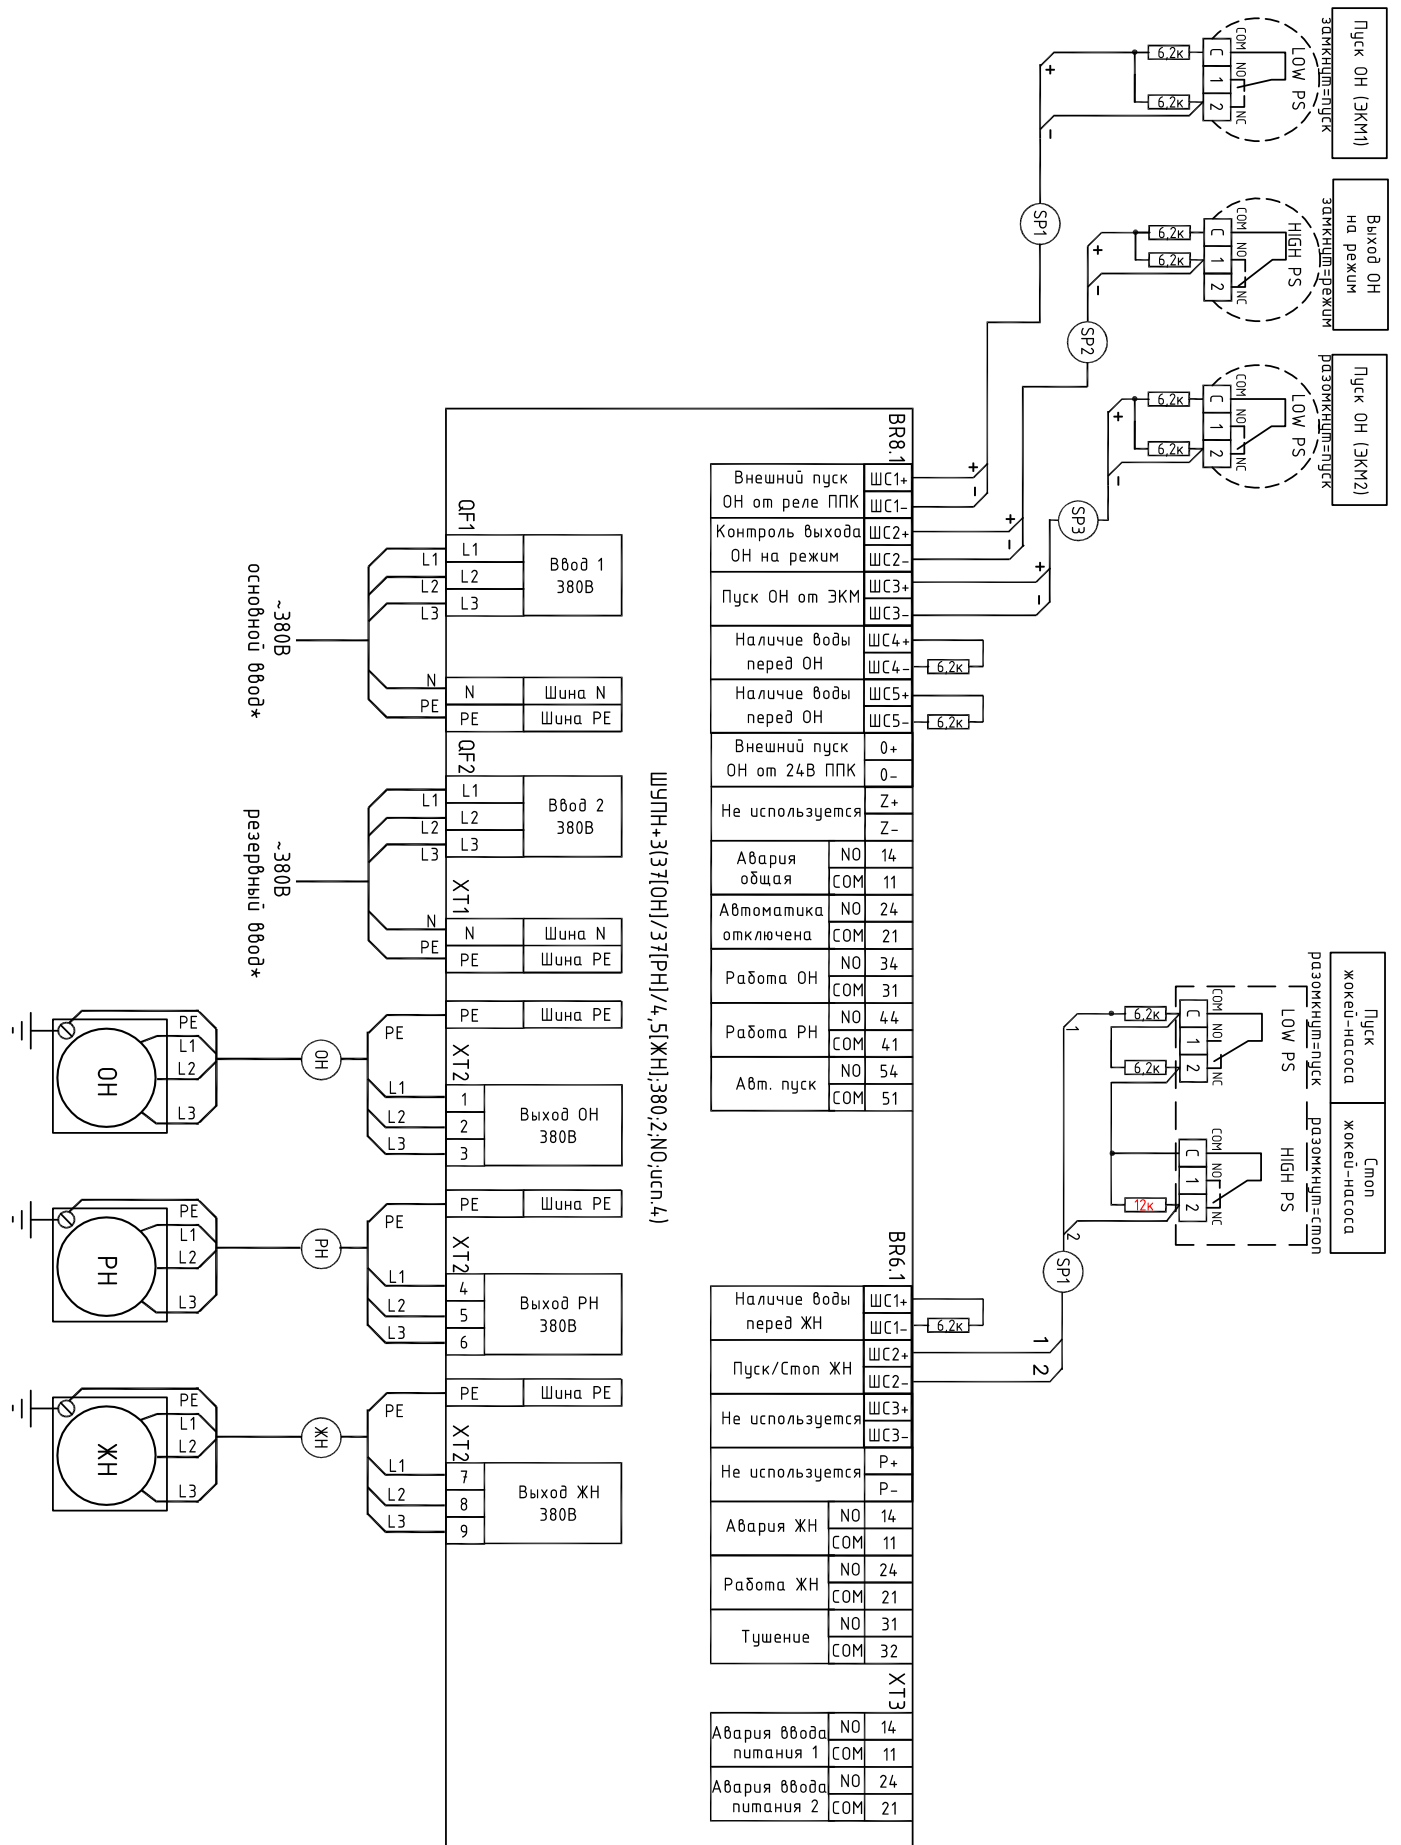

Рис. 2: Схема внешних подключений для управления основным, резервным и жокей насосами 380В (исп.4: Автономный пуск от ЭКМ по логике «ИЛИ» + доп. контакты XT3)
- исп. 4 – автономная работа с контролем сигнализаторов давления (независимая от ППУ) [логика «ИЛИ»] + доп. контакты (рис.2)